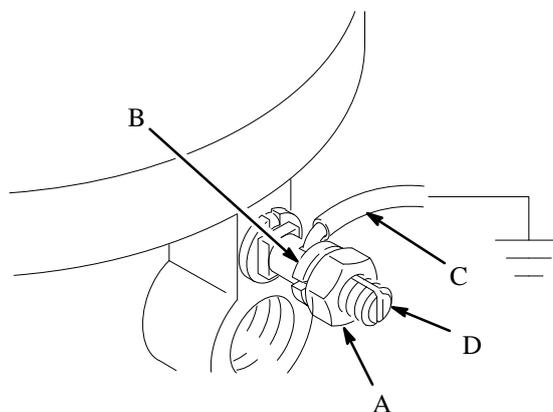

Рис. 1
Ослабьте контргайку (A) наконечника заземляющего проводника [рис. 1] и шайбу (B). Вставьте один конец провода заземления (C) минимум 12 калибра (1,5 мм²) в отверстие в наконечнике заземляющего проводника (D) и затяните контргайку до упора. Соедините другой конец провода с грунтовым заземлением. Номер провода и зажима заземления по каталогу — 222011.